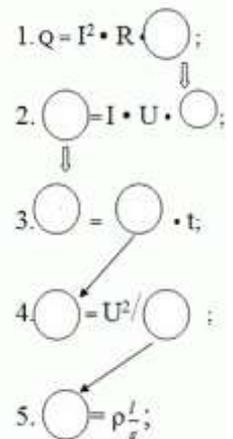

Рисунок 3
13. Расставить электрические величины в правильном порядке (рисунок 3)